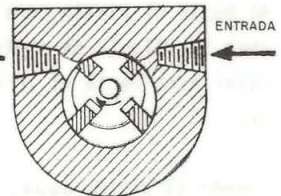

Fig. 3
- Compresores rotativos (fig. 3).